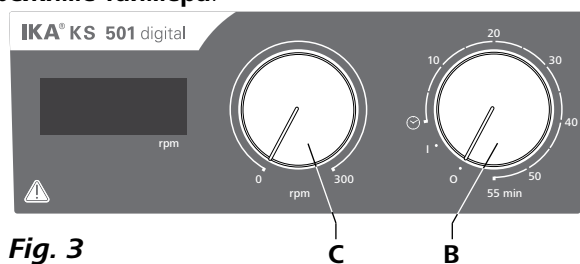

Fig. 3
- ☞ Чтобы включить прибор, поверните ручку «**Вкл./Выкл.**» и «**Таймер**» (B, см. Fig. 3) по часовой стрелке в положение «1».
- ☞ Чтобы выключить прибор, поверните ручку «**Вкл./Выкл.**» и «**Таймер**» (B) в положение «0».
- ☞ Частота вращения двигателя настраивается с помощью ручки «**Частота вращения**» (C, см. Fig. 3). Частоту вращения двигателя можно задавать в диапазоне от 0 до 300 rpm.